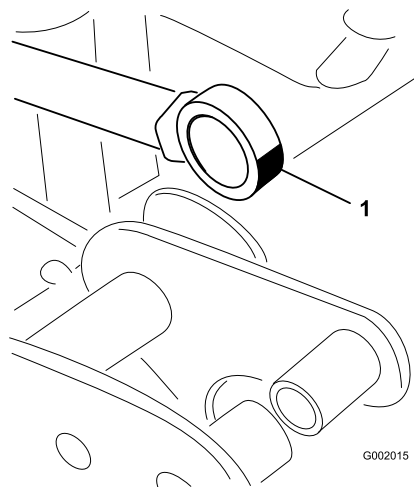

**图65**
2. 从枢轴销 图65上拆下开口销。
3. 向上提起喷洒臂拆下柱销 图65 然后将喷洒臂慢慢放到地面上。
7. 支撑住喷洒臂的同时将柱销插入喷洒臂枢轴和提升器杆 图65。